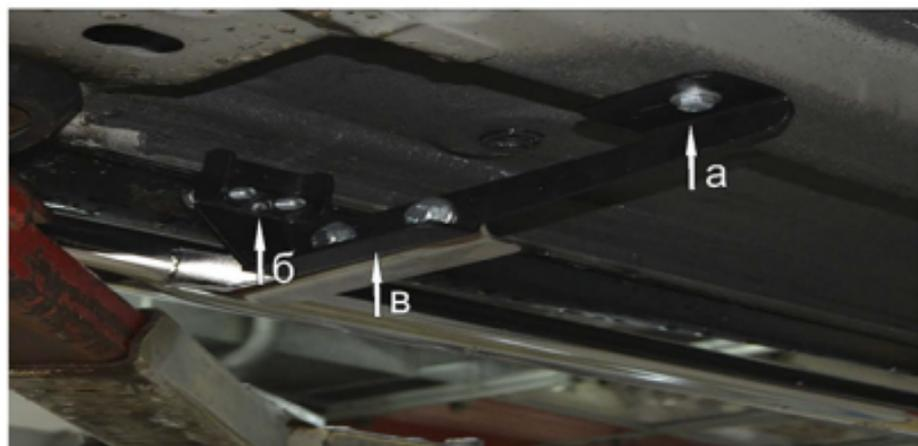
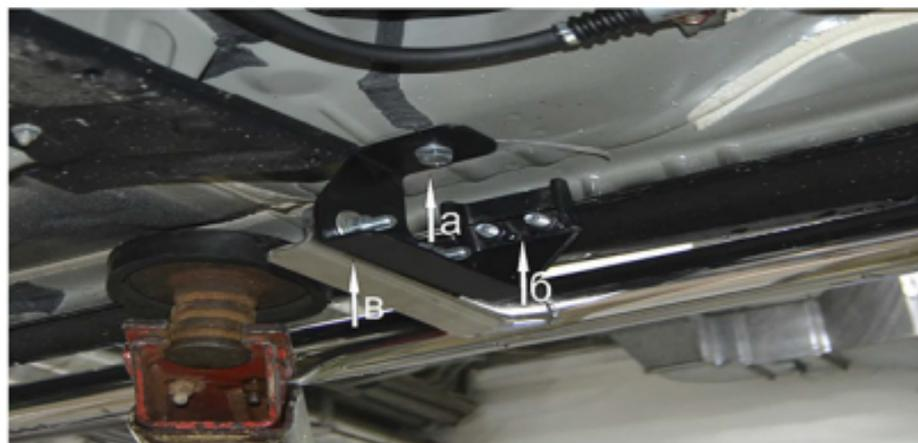

Рис. 1 Установка переднего кронштейна
Рис. 2 Установка заднего кронштейна
1. Установить гайку закладную в отверстие в передней части днища автомобиля (рис.1а).
2. Установить гайку закладную в отверстие в задней части днища автомобиля (рис.2а).
3. При помощи болтов M10x35 наживить прижимы на кронштейны (рис.1б, рис.2б).
4. При помощи болта M10x30 закрепить кронштейн передний на установленную гайку закладную (рис.1а).
5. При помощи болта M10x30 закрепить кронштейн задний на установленную гайку закладную (рис.2а).
6. Затянуть прижимы, предварительно установив их на ступеньку части ребра порога автомобиля (рис.1б, рис.2б).
7. При помощи болтов M10x30 закрепить порог с проступью на установленные кронштейны (рис1а, рис.2а).